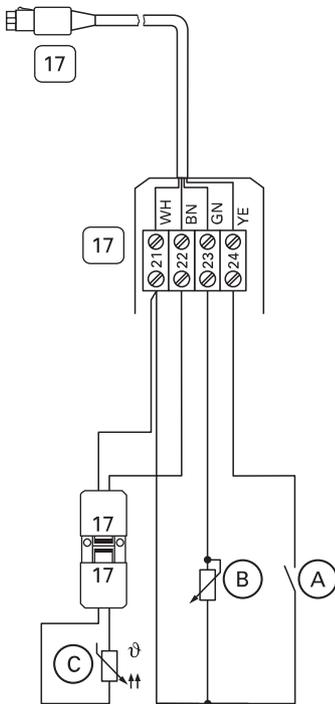

Abb. 16
2. Anschlüsse in Anschlussbox, Best.-Nr. 7450 061, entsprechend Abb. 16 vornehmen.